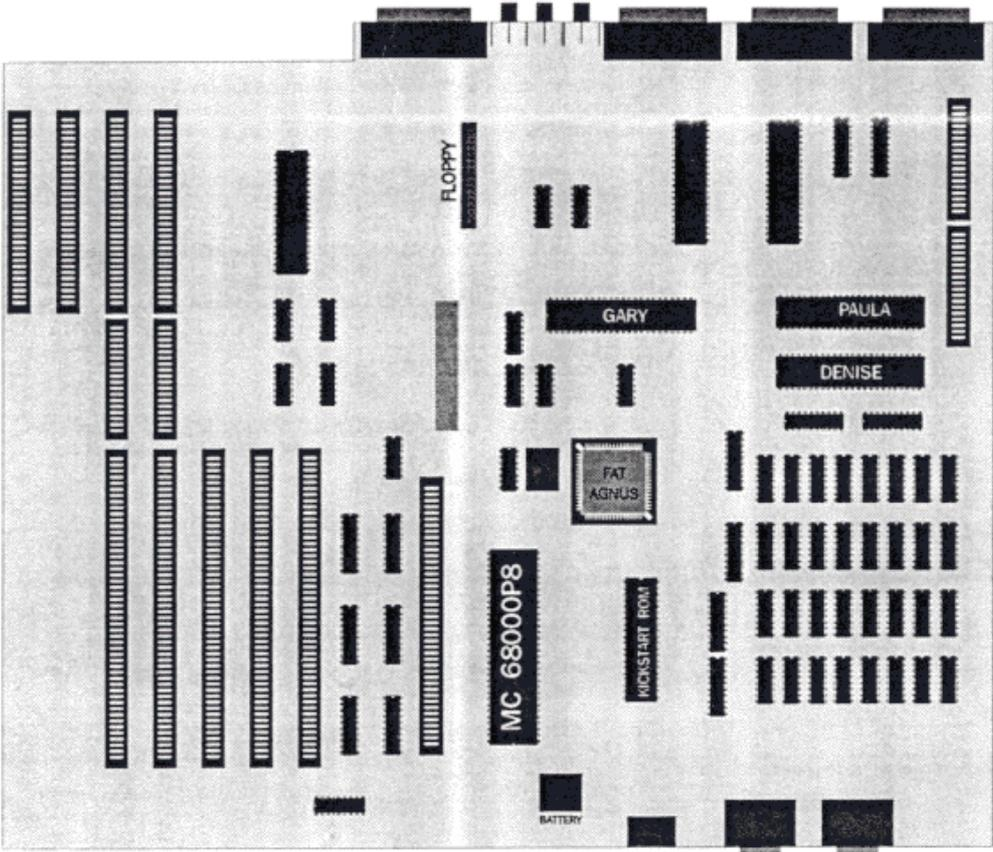

Abb. 2
- Fat Agnus (Abb. 2) mit Hilfe des mitgelieferten Aushebewerkzeugs aus dem Sockel herausziehen (merken Sie sich die Lage, die sie im Sockel hatte) und auf den Schaumstoff des Verpackungskartons legen (verhindert statische Aufladung).
- Gary (Abb. 2) vorsichtig aus seinem Sockel hebeln. Gehen Sie dazu mit dem flachen Schraubendreher abwechselnd von beiden Seiten unter Gary und hebeln ihn jeweils ein Stück nach oben, bis er sich leicht mit der Hand herausnehmen läßt. Achten Sie bitte dabei darauf, daß die Beinchen nicht verbogen werden. Gary ebenfalls auf den Schaumstoff legen.